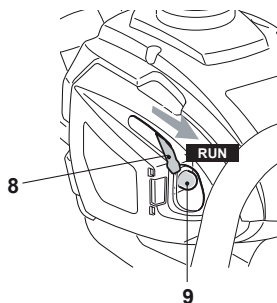

Fig. 9
- > Si le moteur est froid, mettez la commande du starter [8] dans la position «CHOKE»  (Fig. 9) et appuyez sur le dispositif d'amorçage [9] de 7 à 10 fois jusqu'à ce que le carburant soit visible.